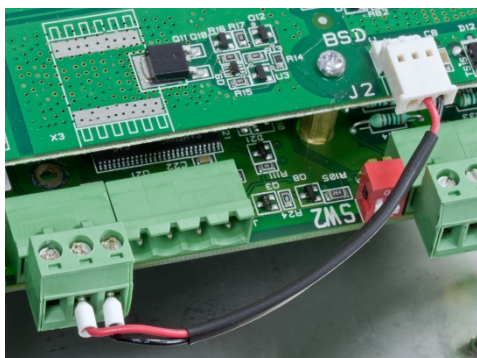

Figure 3-31 : Connexion de IND560x-PAB (J2) vers IND560x (J1)
9. Une connexion supplémentaire est requise entre J2 de l'IND560x-PAB et J1 de la carte principale de l'IND560x. Un connecteur est inclus dans le kit d'installation de l'IND560x-PAB. Installez ce connecteur conformément au code de couleur des câbles répertorié au Tableau 3-9 et illustré à la Figure 3-31.